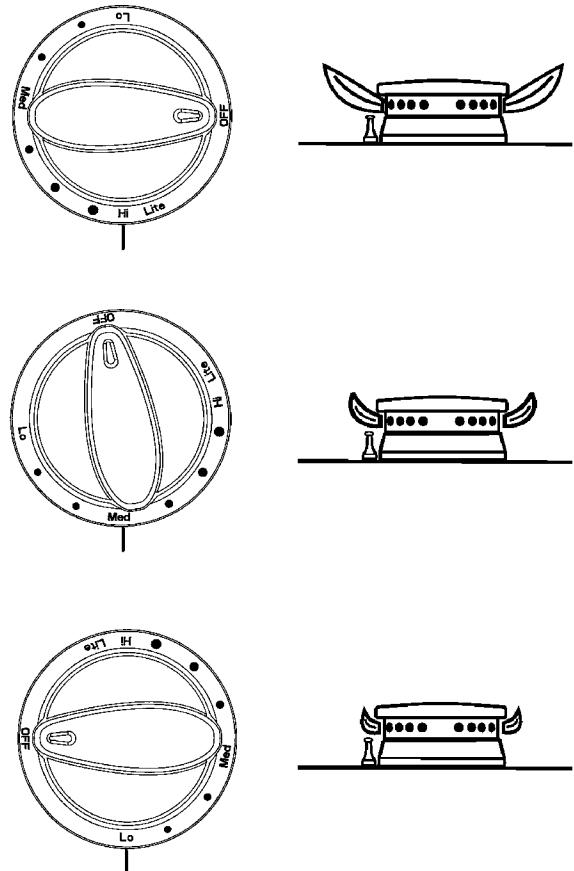

FIGURE 13
Une fois les étapes A, B et C de la conversion terminées, vérifier l'apparence de la flamme de chaque brûleur à feu doux et à plein feu (Hi) par rapport à la figure 13. Si la flamme paraît trop grande ou trop petite, revoir chaque étape pour s'assurer qu'elle a été effectuée correctement.
6. Commencer à la position correspondant au gaz GPL (voir le n 5, page 9, sous C, RÉGLAGE DE LA FLAMME À FEU DOUX), puis tourner la vis dans le sens anti-horaire jusqu'à ce que la flamme se stabilise et ressemble à la flamme illustrée pour le réglage « feu doux » de la figure 13. Une flamme correctement réglée est stable, bleue et d'une longueur minimum. Le réglage final doit être vérifié en faisant tourner le bouton de feu doux à plein feu et vice versa à plusieurs reprises sans que la flamme s'éteigne.
Une fois les étapes A, B et C de la conversion terminées, vérifier l'apparence de la flamme de chaque brûleur à feu doux (Lo) et à plein feu (Hi) contre la figure 13. Si la flamme paraît trop grande ou trop petite, s'assurer que chaque étape a été effectuée correctement.